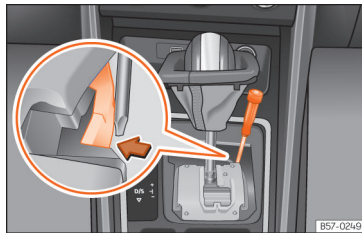

Fig. 92 Alavanca seletora: desbloqueio de emergência na posição de estacionamento.
- Com a ajuda da parte plana de uma chave de fendas, pressione lateralmente a patilha amarela e mantenha-a pressionada >>> **Fig. 92**.